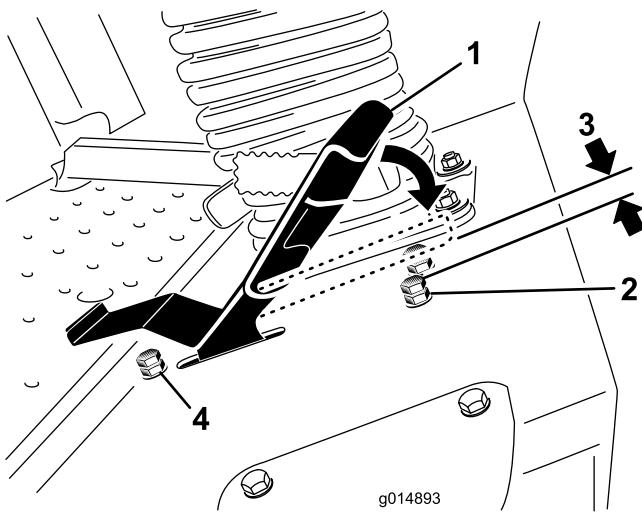

Figura 48
3. Afloje la contratuerca del perno de tope del pedal de tracción (Figura 48).